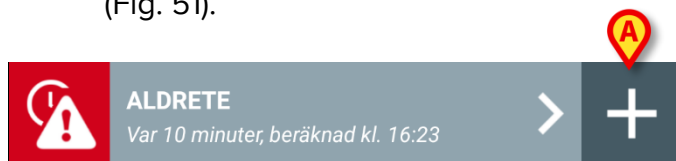

Fig. 51
- Klicka på ikonen **+** för rutan som motsvarar den önskade datauppsättningen (Fig. 51).